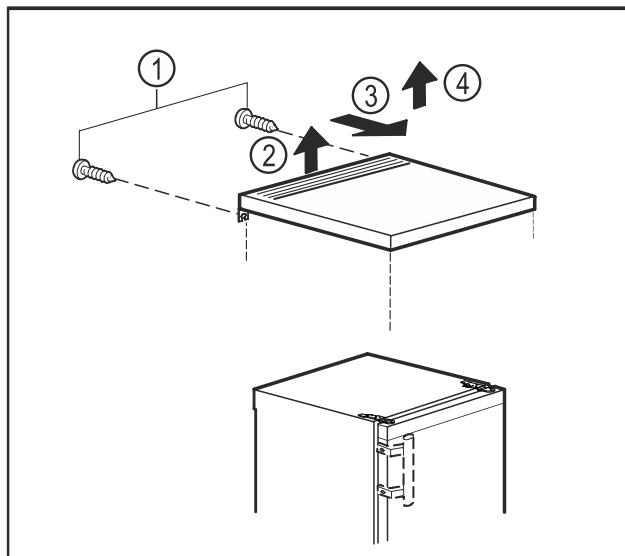

Fig. 10
- Îndepărtați șuruburile de pe partea posterioară. Fig. 10 (1)
- Ridicați placa mesei din spate. Fig. 10 (2)
- Împingeți placa mesei în față. Fig. 10 (3)
- Detașați placa mesei în sus. Fig. 10 (4)